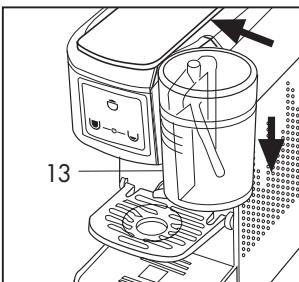
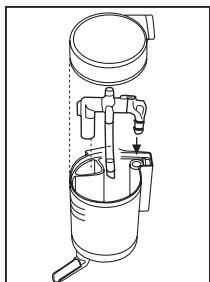

Fig. 19
Fig. 18
Una vez limpio conecte bien todos los racores y la tolva e inserte las piezas del vaso correctamente en sus sedes. (**Fig. 18**) Coloque el vaso (13) en la sede adecuada en la máquina empujándolo bien contra y hasta el fondo. (**Fig. 19**)